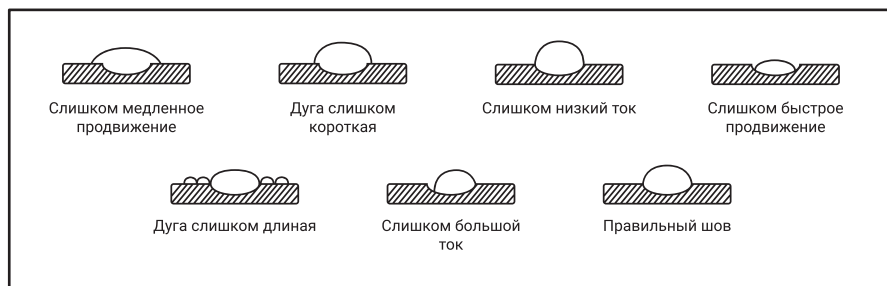

рис.4
9. Параметры сварочных швов на рис.4: